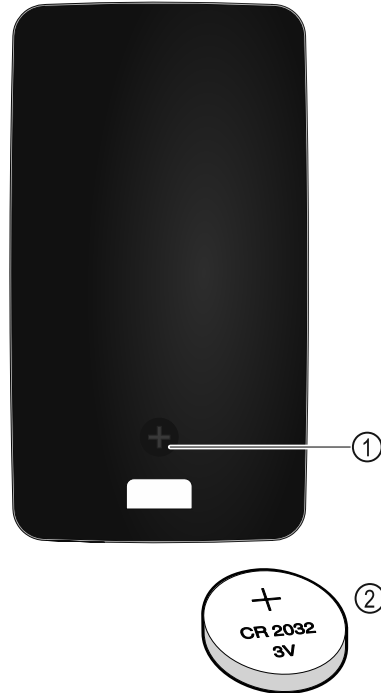

Fig. 141
Nuotolinio valdymo pultui elektros srovė tiekama iš CR 2032 tipo 3V baterijos Fig. 141 (2), kurią galima įsigyti specializuotos prekybos vietoje.
- ▶ Išsukite varžtą Fig. 141 (1) galinėje nuotolinio valdymo pulto pusėje.